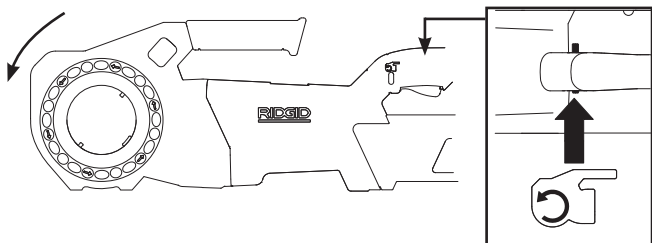

図 5B – 逆回転（反時計回り）に入っているスイッチ
- 逆回転の操作においても手順を繰り返します(図5Bを参照)。パワードライブが正しい方向に回転しない場合、または ON/OFF スイッチが機器の動作を制御しない場合は、修理が完了するまで機器を使用しないでください。